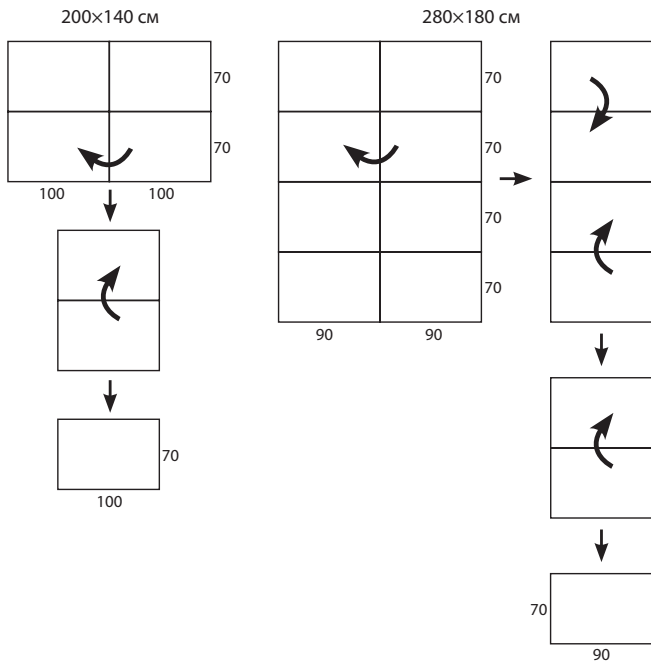

Рис. 2. Последовательность складывания нагревателей 200x140 см и 280x180 см
5. Перед тем, как убрать нагреватель для длительного хранения, удалите загрязнения с помощью бытового пылесоса для «сухой» уборки. Затем правильно сверните нагреватель строго в той последовательности, которая указана на Рис. 2 и уложите в коробку для хранения.